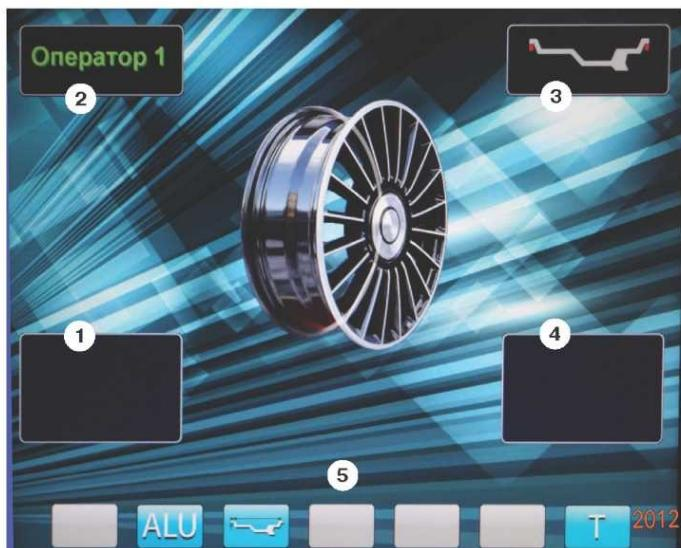

рис.8.2.
8.3. После включения питания СБ на экране монитора отображается фирменная заставка, которая через несколько секунд сменяется отображением экрана основного рабочего режима (рис. 8.2).
12.2. При включении СБ программа измерения дисбаланса настраивается таким образом, что дисбаланс менее 5 г (заводская установка) на любой плоскости коррекции не показывается, в этом случае в окнах 1 и 4 (рис. 8.2) высвечиваются «OK». Минимальный дисбаланс отображающийся в окнах 1 и 4 равен 5 г. Дисбаланс, превышающий 5 г, округляется до величины кратной 5, т. е. дисбаланс 9, 10, 11 и 12 г отображается цифрой 10, дисбаланс 13, 14, 15, 16 и 17 г - цифрой 15 и т. д. Для просмотра неокругленного значения дисбаланса или дисбаланса менее 5 г. необходимо нажать кнопку «<», при этом в окнах 1 и 4 на 2-3 сек высвечиваются фактические значения дисбаланса, определенные в данном запуске.
12.3.4. Для проверки результатов балансировки снова запустите СБ. Если колесо отбалансировано правильно, на индикаторах 1 и 4 (рис. 8.2.) отображаются символы «OK».